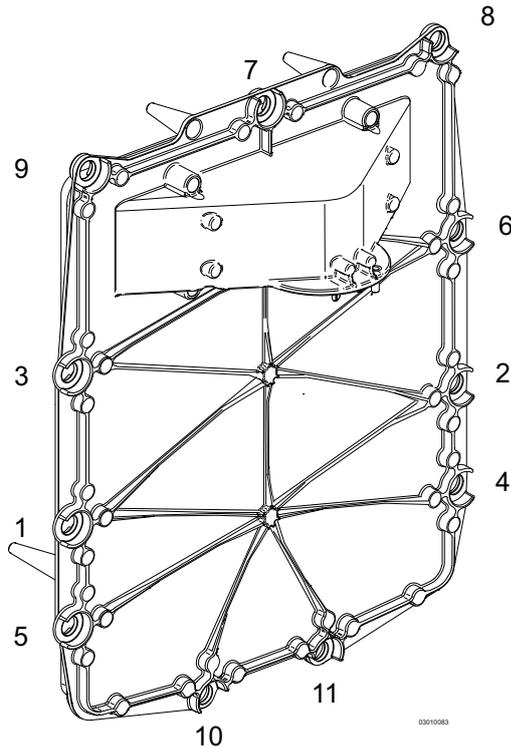

Abb. 108: Reihenfolge für das Anziehen der Pass-Schrauben
- ➔ Ziehen Sie die Pass-Schrauben gem. der in Abb. 108 angegebener Reihenfolge gleichmäßig kreuzweise von Hand an (10-12 Nm).